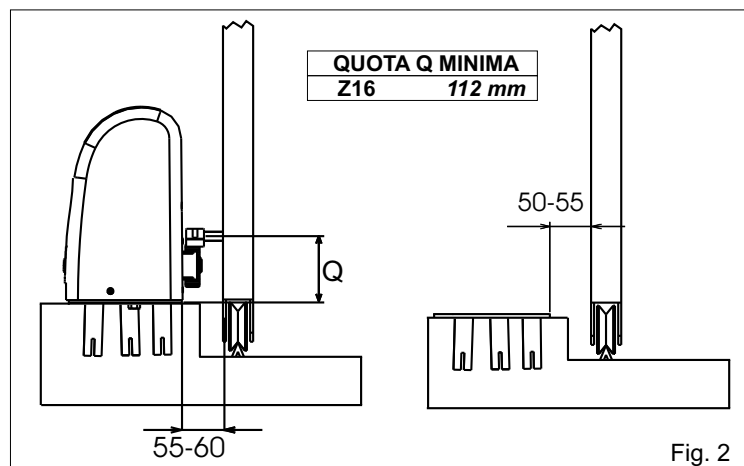
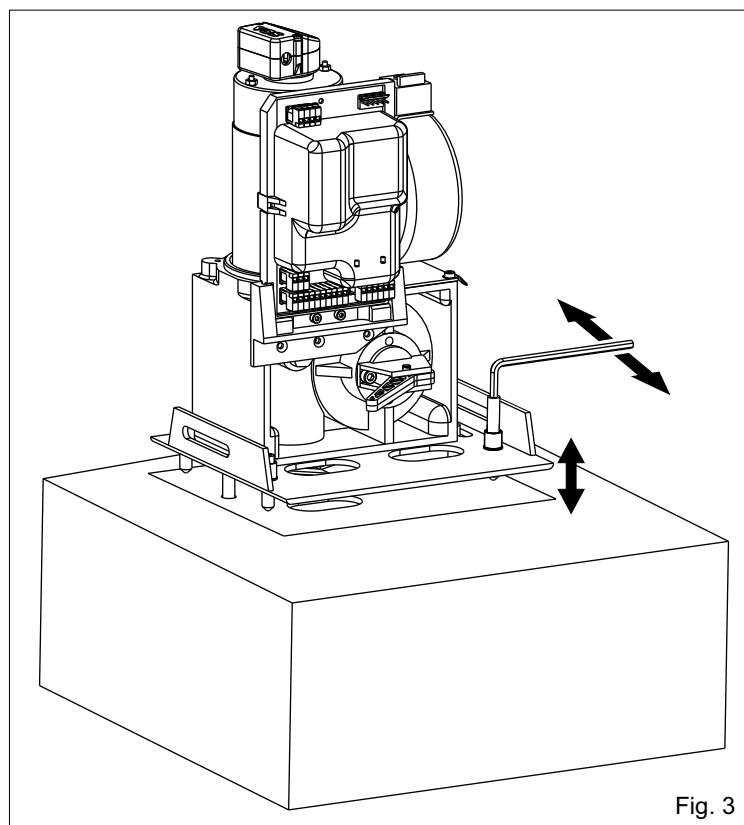

Fig. 2
Fig. 3
2.3. Prima di cementare la piastra di ancoraggio assicurarsi che la stessa risulti perfettamente orizzontale e che sia rispettata la quota di 50-55 mm indicata in Fig. 2.
3.2. Regolare l'altezza del motoriduttore utilizzando i quattro grani in dotazione (Fig. 3) per il rispetto delle quote citate in (Fig. 2). I grani di regolazione possono essere usati per correggere una precedente non perfetta livellatura della piastra di fondazione.